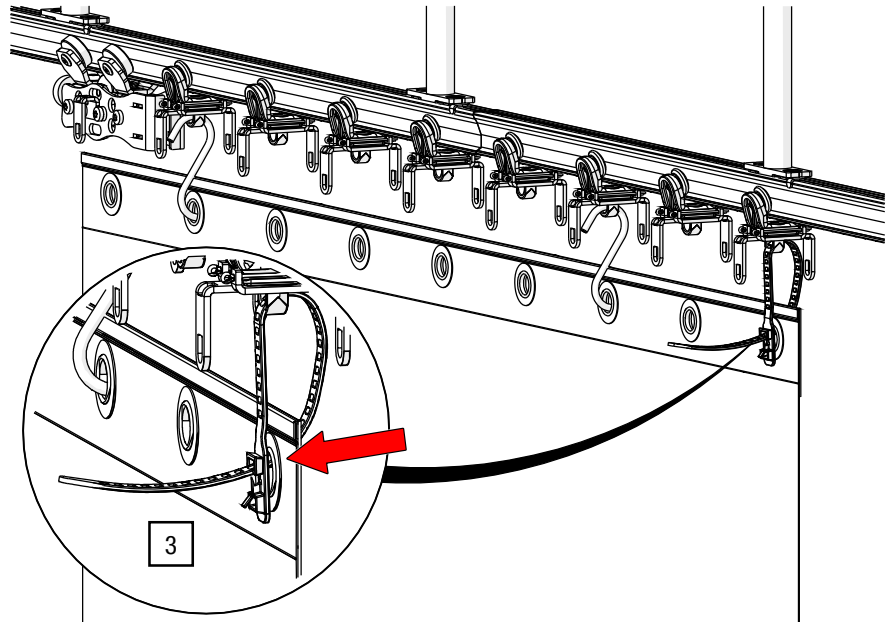

Abb. 72: Innenlagen – mit Softbindern verbinden
3. Fädeln Sie die Innenlagen auf den Softbinder auf und ziehen Sie die Lasche durch das erste Loch im Kopf des Softbinders (siehe Abb. 72).